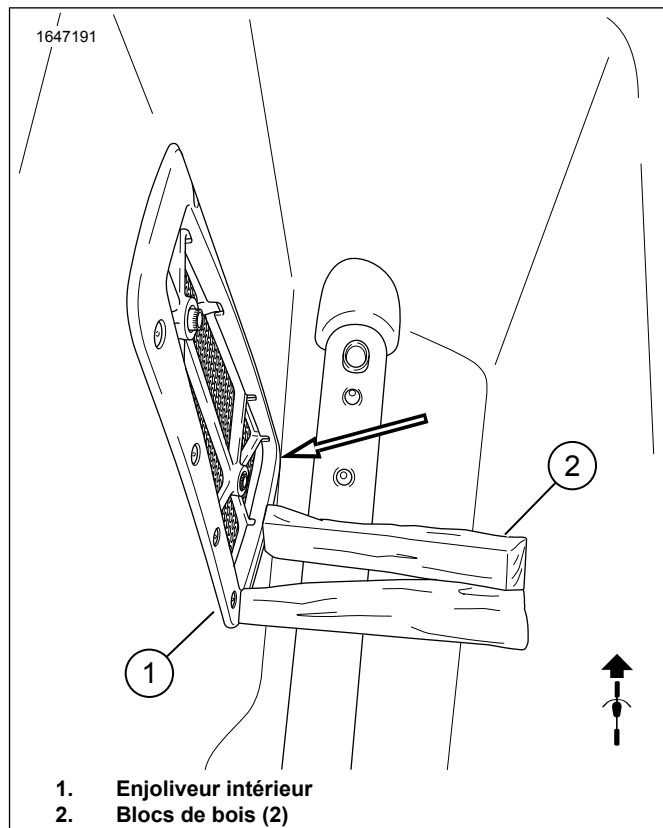

Figure 14. Coin en bois
9. Voir la Figure 14. Utilisez des coins de bois sur l'enjoliveur intérieur (1) pour optimiser le rendement du joint. Maintenez en place pendant 24 heures.